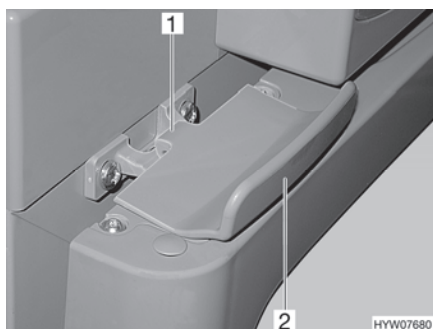

Bild 187 Lås till kylskåpsdörr, låst (Thetford)
**Öppna:** ■ Öppna kylskåpsdörren med handtaget (Bild 187,2). Låset (Bild 187,1) lossas automatiskt.